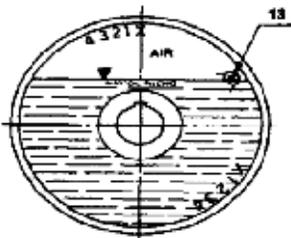

Abb. 8
1. Wenn die Flüssigkeitskupplung horizontal montiert ist, die Kupplung so drehen, dass die Markierung X im Gehäuse obenaufliegt (maximale Füllung). Das stellt sicher, dass sich der Einfüll-/Füllstandsverschluss, Teil 13, im korrekten Winkel befindet, wie in Abb. 8 dargestellt.